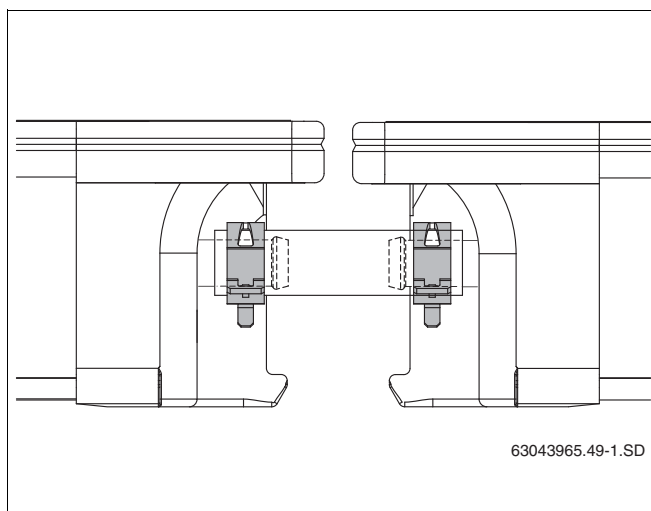

Fig. 47 Solvarmeslange med fastgjorte fjederbånd
- ▶ Fastgør alle solvarmeslanger på solfangertilslutningen med et fjederbånd (fig. 47).